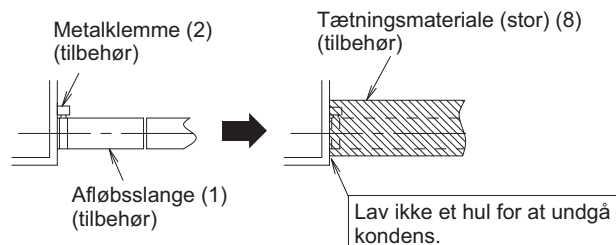
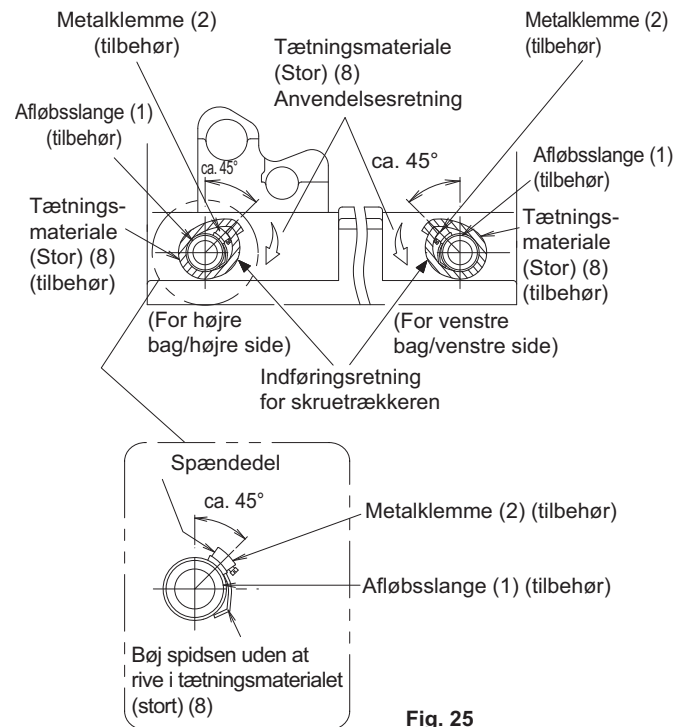

Fig. 24
Fig. 25
(Se fig. 24 og fig. 25)
(Monter metalspændebåndet (2), så spændedelen er i et område på ca. 45° som vist i fig. 25.)
- Buk enden af metalspændebåndet (2), således at isoleringspuden ikke buler ud. (Se fig. 25)
- Når du isolerer, skal du omvikle tætningsmaterialet (stor) (8) startende fra bunden af metalspændebåndet (2) og drænslangen (1) i pilens retning. (Se fig. 24 og fig. 25)